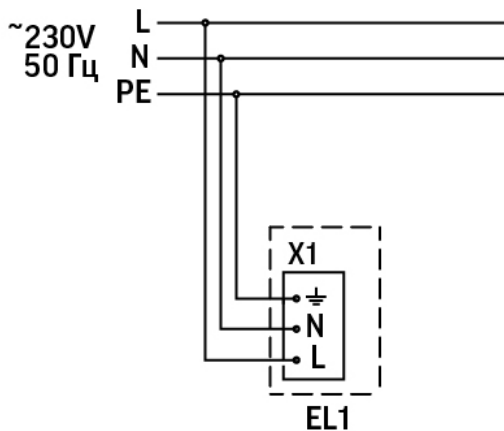

Рис.1
- Электрическое подключение светильника осуществляется через клеммную колодку, установленную на внутренней поверхности корпуса светильника. Подключите сетевой провод к контактам клеммной колодки светильника строго в соответствии с маркировкой и схемой подключения (Рисунок 1). Сечение проводников кабеля должно быть не более 2,5 мм². Важно! ЗАЗЕМЛИТЕ СВЕТИЛЬНИК!